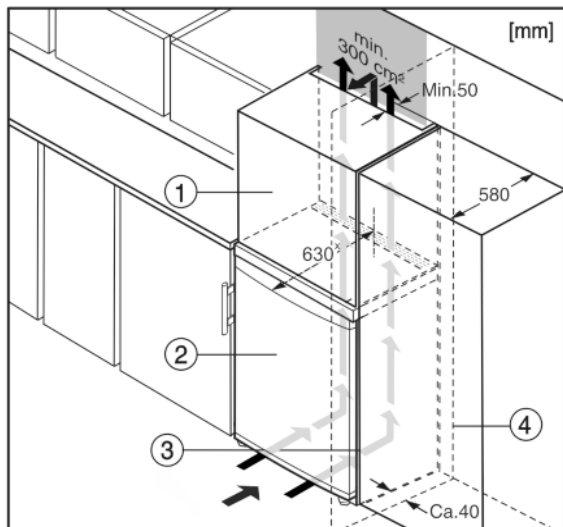

Fig. 10
- (1) Дополнительный шкафчик*
- (2) Устройство*
- (3) Кухонный шкаф*
- (4) Стенка*
Устройство может быть окружено кухонными шкафами. Чтобы уравнять устройство Fig. 10 (2) по высоте с кухонной стенкой, можно установить над устройством дополнительный шкафчик Fig. 10 (1).
При комбинировании с кухонными шкафами (глубина макс. 580 мм) устройство можно установить непосредственно рядом с кухонным шкафом Fig. 10 (3). Устройство выступает сбоку на 34 мм * и по центру на 50 мм * относительно передней стенки кухонного шкафа.*
Если устройство установлено на шарнирах у стены Fig. 10 (4), то расстояние между устройством и стеной должно быть не менее 40 мм. Настолько выступает ручка при открытой дверце.*